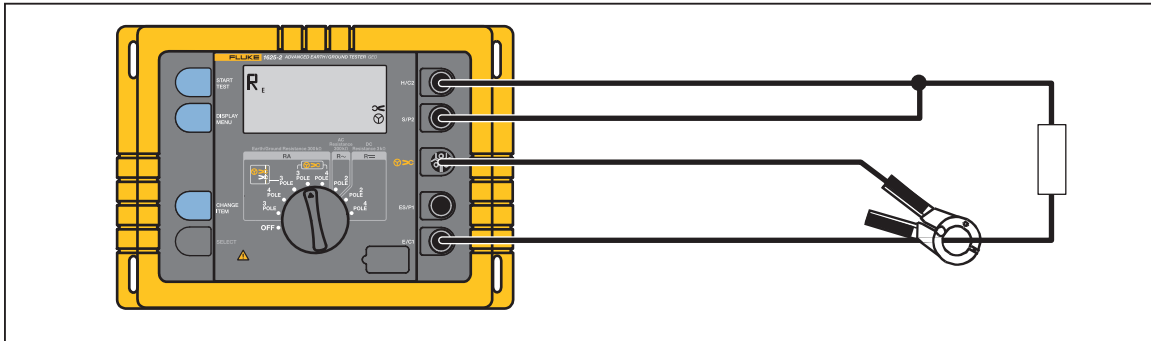

Figure 9. Raccordement du transformateur à pince
4. Brancher le transformateur à pince. Voir la Figure 9.